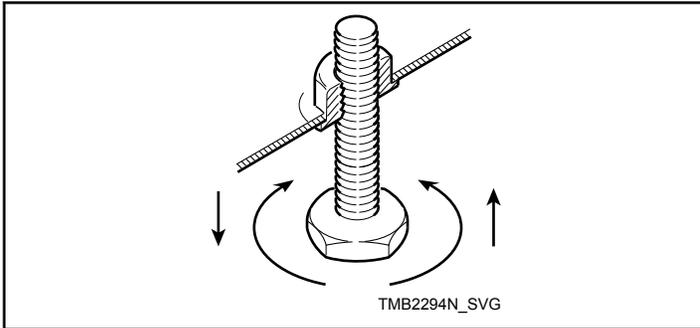

Figura 2
5. Ajuste las patas niveladoras hasta que la unidad esté nivelada, o bien, no más de 3,18 mm [0,125 plg] más alto en la parte del frente. Consulte la *Figura 2*. El armario no debe oscilar.